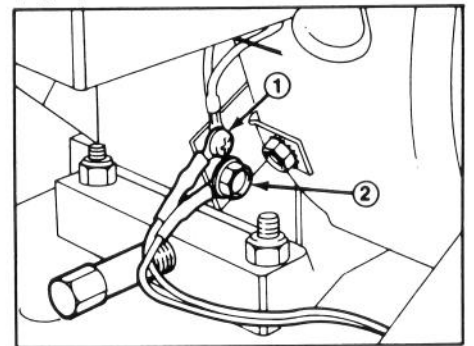

Figure 9
1. Enlevez la vis à tête Phillips, et le fil, du support du moteur, installez le fil à trou de plus petit diamètre et fixez de nouveau au support du moteur (Fig. 9).
2. Introduisez la vis à tête à collerette par le grand trou dans le fil restant, et installez dans le trou inférieur dans le support du moteur (Fig. 9).